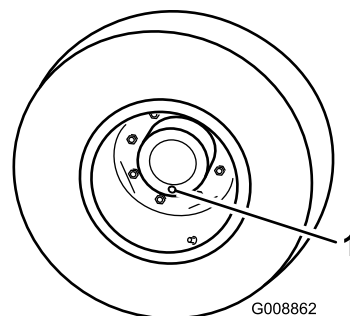

図 86
1. 平らな場所で、点検/ドレンプラグが一番低い位置時計の 6 時の位置に来るように停止させる 図 86。